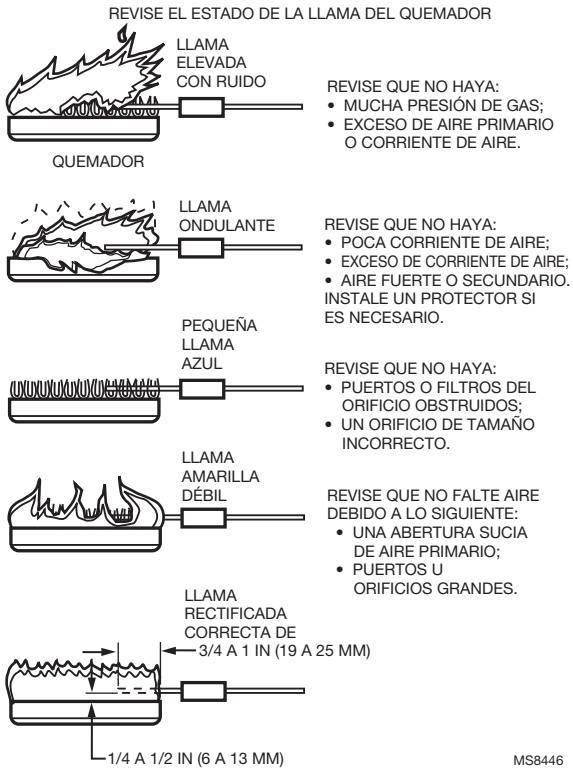

Fig. 5. Revisión del estado de la llama del quemador.
- e. Revise el estado de la llama del quemador. El sensor o sensor del encendedor debe quedar siempre cubierto por la llama. Revise el estado de la llama del quemador como se muestra en la fig. 5. No ubique en otro lugar el encendedor por superficie caliente ni la varilla de llama..
- a. Controle que la llama del quemador pueda proporcionar una buena señal de rectificación. Consulte la Fig. 5.
- b. Para lograr la mejor señal de llama, controle que entre 3/4 y 1 in (entre 19 y 25 mm) del sensor de llama o el sensor del encendedor esté continuamente cubierto por la llama. Consulte la Fig. 5.